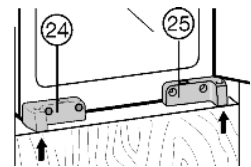

Fig. 12
- ▶ Gerät in der Tiefe ausrichten: Vorderkante von Lagerbock Fig. 12 (24), Lagerbock Fig. 12 (25) und Befestigungswinkel Fig. 12 (22) bündig mit der Vorderkante des Möbelbodens und der Möbelseitenwand ausrichten.